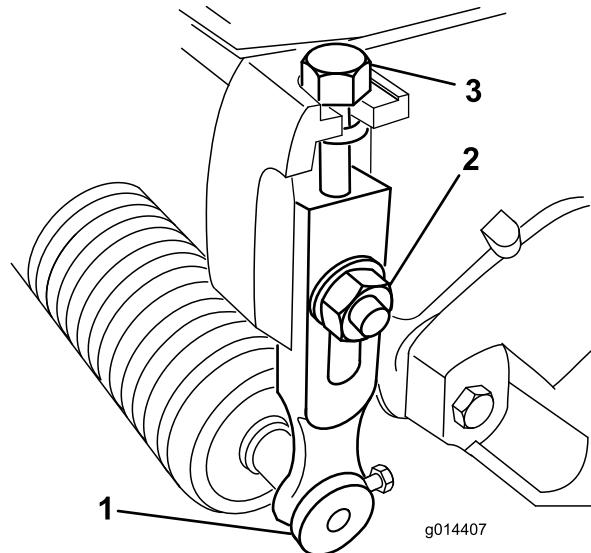

図9
1. 刈り高アームをカッティングユニットのサイドプレートに固定しているロックナットをゆるめる図9。